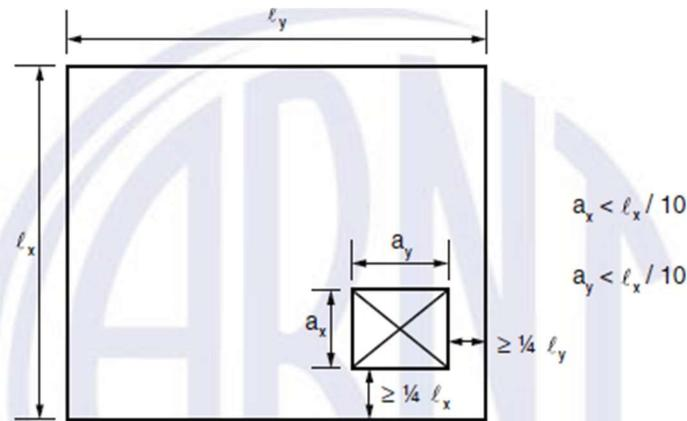

Figura 13.1 – Dimensões-limites para aberturas de lajes com dispensa de verificação
- a) as dimensões da abertura devem corresponder **no máximo a 1/10 do vão menor (l_x)** (ver Figura 13.1);*